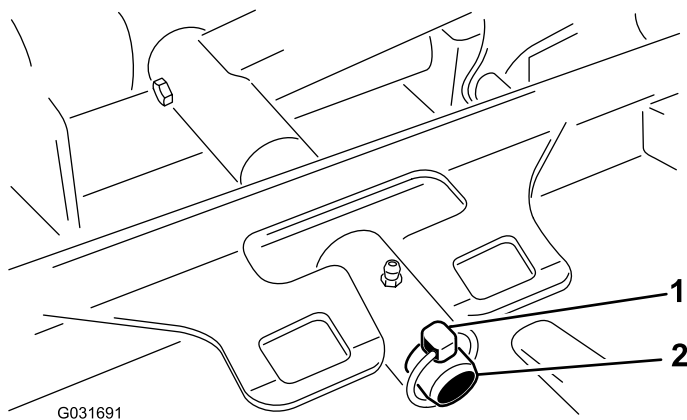

Рисунок 60
3. Извлеките шплинт, который крепит несущую раму деки к оси поворота подъемного рычага (Рисунок 60).
3. Наденьте несущую раму деки на ось поворота подъемного рычага и закрепите ее при помощи шплинта и (Рисунок 60).